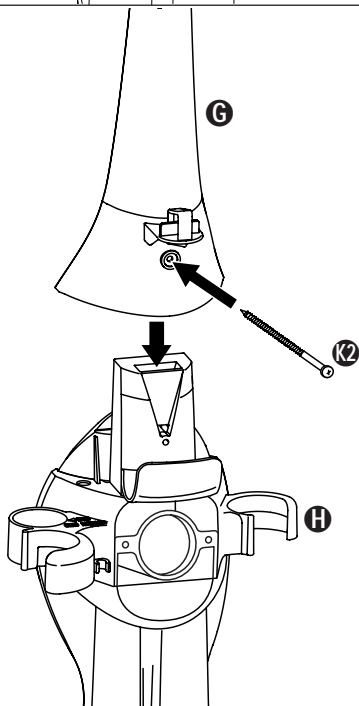

FIG. 3
**Step 3:** (FIG. 3) Attach the handle **G** to top of tool caddy **H** by sliding it downward and then securing with a long screw **K2**.
**Étape 3.** (FIG. 3) Fixez le manche **G** à la partie supérieure du porte-accessoires **H** en le glissant vers le bas. Vissez avec une longue vis **12**.
**Paso 3.** (FIG. 3) Instale la manija **G** en la parte superior del portaaccesorios **H** deslizándola hacia abajo y luego fijela usando un tornillo largo **12**.